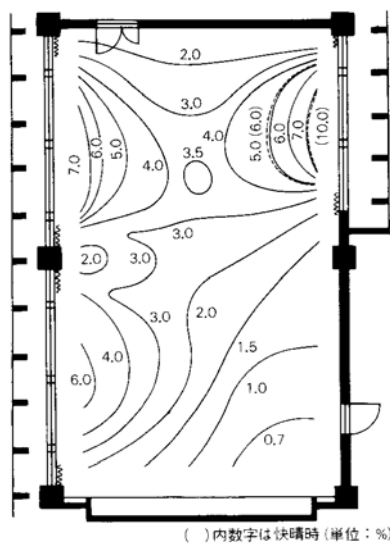

図1 昼光率分布の例（出典：参考文献 [3], p. 74）
- ・レポート作成にあたっては、実験用教材 p. 75 の 6.3 および 6.4 を参照。昼光率基準には、教科書 p. 103 の表 1-2、もしくは実験用教材 p. 71 の表 3.1.3 などを用いる。下の図 1 のような昼光率の分布図も描く。